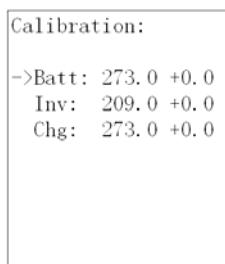

Рисунок 25 – Внешний вид вкладки «Calibration» пункта меню «Setting»
- «**Calibration**» - калибровка значений напряжения батареи, выходного напряжения инвертора ИБП и зарядного устройства (рисунок 25):